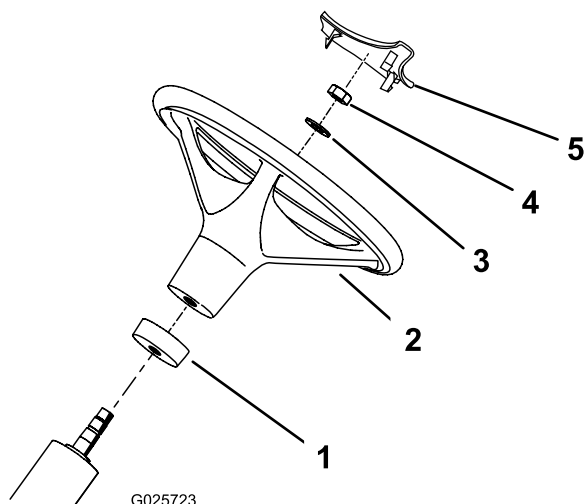

Figura 2
2. Collocate il collare in schiuma sintetica sul piantone, inserendo prima l'estremità piccola (Figura 2).
3. Collocate il volante sul piantone (Figura 2).
4. Fissate il volante sul piantone con una rondella e un dado di bloccaggio (Figura 2).
6. Premete il coperchio del volante in posizione sul volante (Figura 2).